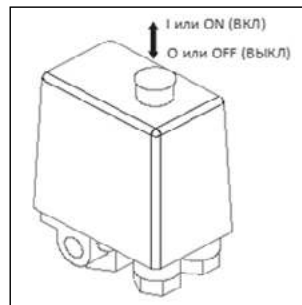

Рис. 6
- Проверьте, чтобы выключатель на реле давления находился в выключенном положении «0» / «OFF» (в зависимости от исполнения) (Рис. 6).
- Включите компрессор выключателем на реле давления. Для этого необходимо переключить выключатель в положение «I» или «ON» (в зависимости от исполнения) (Рис. 6).
- Выключите компрессор выключателем на реле давления. Для этого необходимо переключить выключатель в положение «О» или «OFF» (в зависимости от исполнения) (Рис. 6). После этого остановится электродвигатель и произойдет сброс давления из нагнетательного воздухопровода и поршневого блока.